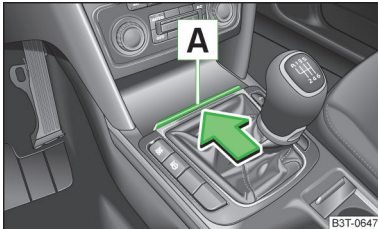

Abb. 82
➤ Auf die Deckelkante **A** » Abb. 82 in Pfeilrichtung drücken.
- Den Aschenbecher öffnen » Abb. 82 auf Seite 92.